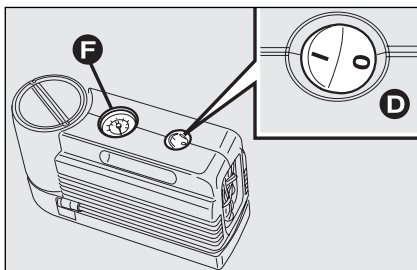
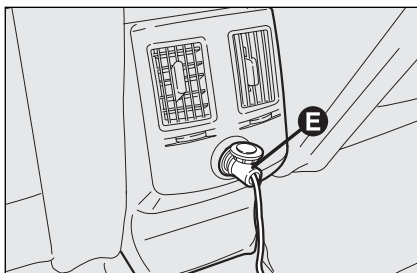

fig. 4
fig. 5
□ assegurar-se que o interruptor **D**-fig. 4 do compressor esteja na posição 0 (apagado), ligar o motor, introduzir a tomada **E**-fig. 5 na tomada de corrente mais próxima e accionar o compressor colocando o interruptor **D**-fig. 4 na posição **I** (aceso). Encher o pneu com a pressão prescrita no parágrafo “Pressão de enchimento” do capítulo “Características Técnicas”.
Para obter uma leitura mais precisa, se aconselha de verificar o valor da pressão no manômetro **F**-fig. 4 com o compressor desligado;